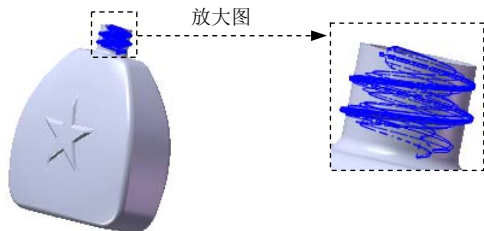

图 3.30.33 扫描 1
Step29. 创建图 3.30.33 所示的零件特征——扫描 1。选择下拉菜单 **插入(I)**  **凸台/基体(B)**   **扫描(S)** 命令，系统弹出“扫描”对话框；在图形区中选取草图 9 为扫描的轮廓线；在图形区中选取螺旋线 1 为扫描的路径；单击对话框中的  按钮，完成扫描 1 的创建。